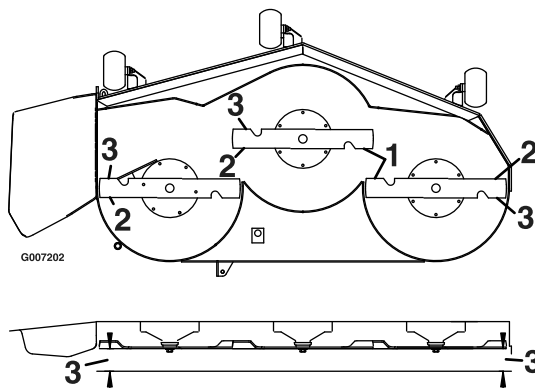

Bild 62
4. Messen Sie den Abstand zwischen den äußeren Schnittkanten und der ebenen Oberfläche (Bild 62). Wenn beide Messwerte nicht innerhalb von 5 mm liegen, ist eine Einstellung erforderlich. Machen Sie mit den Schritten zum Nivellieren weiter.